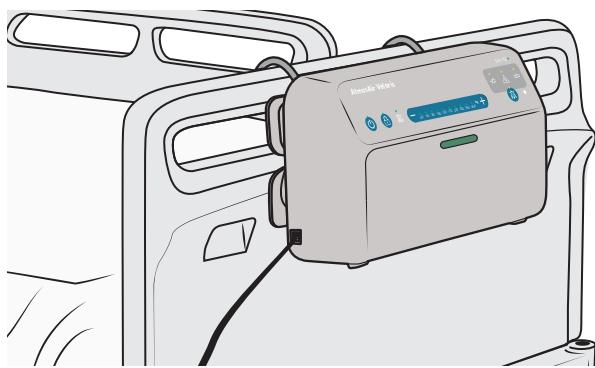

Figura 31
2. Cuelgue el compresor en los pies de la cama. Consulte la Figura 31. Asegúrese de que el compresor no esté: